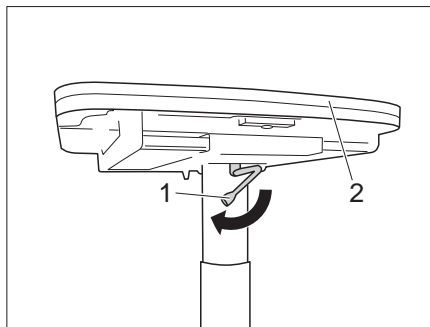

Bild 83 Tisch absenken
- Den Verriegelungshebel (Bild 83,1) nach links schwenken. Die Verriegelung ist offen.
- Die Tischplatte (Bild 83,2) in der Mitte nach unten drücken und gedrückt halten.
- Den Verriegelungshebel (Bild 83,2) nach rechts schwenken. Der Hubtisch ist verriegelt.